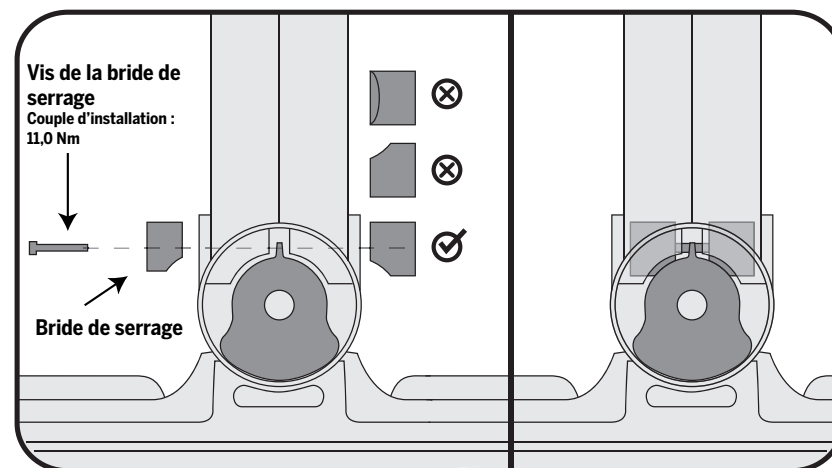

Figure 4. Vérifiez que la bride de serrage est installée correctement, côté recourbé orienté vers le bas
7. Si les brides de serrage ne sont pas mises en place, installez-les, côté recourbé orienté vers le bas, de chaque côté de la base du cadre LeanSteer et vissez la vis sans serrer. Référez-vous à la figure 4.